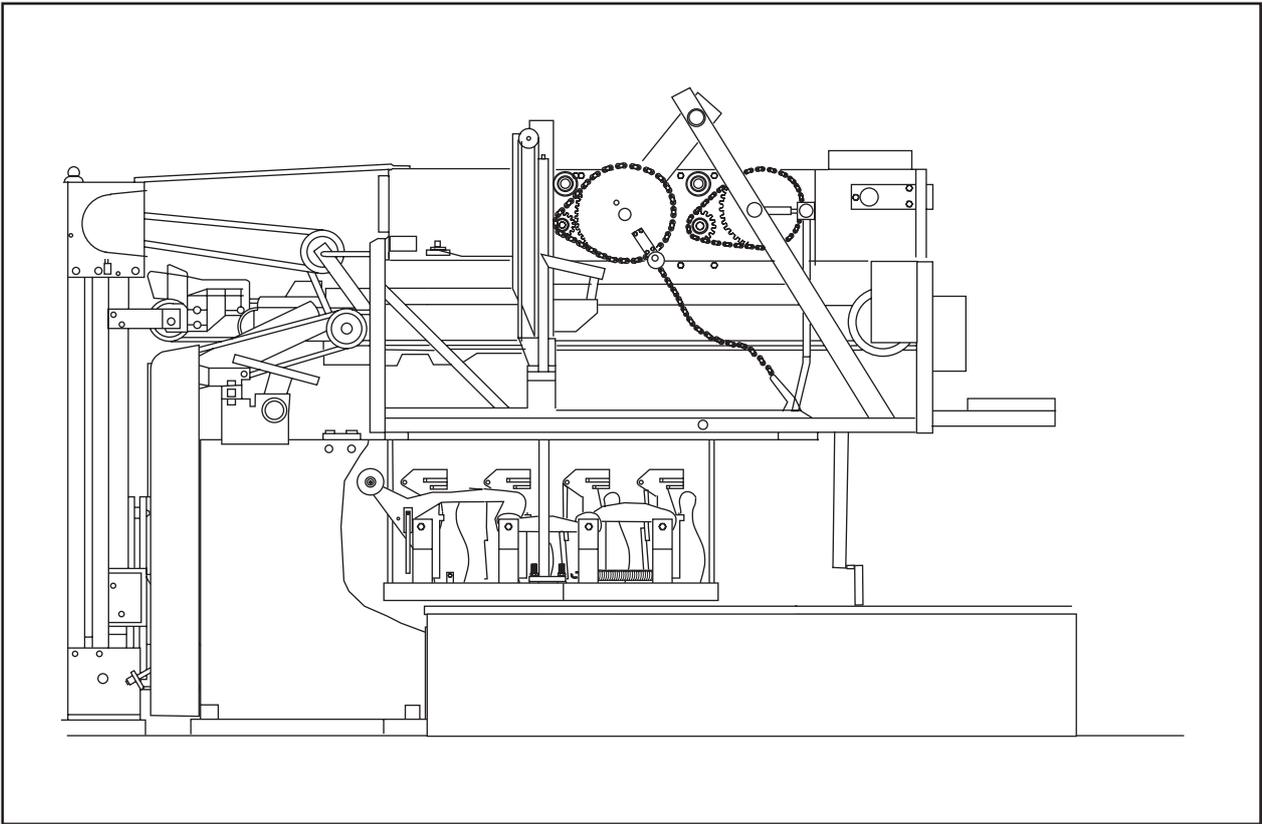

Figure 1-13. Installation de nouvelles quilles.
- C. Recevoir les quilles du distributeur et les placer sur une piste pour un nouveau cadre. *Figure 1-13.*